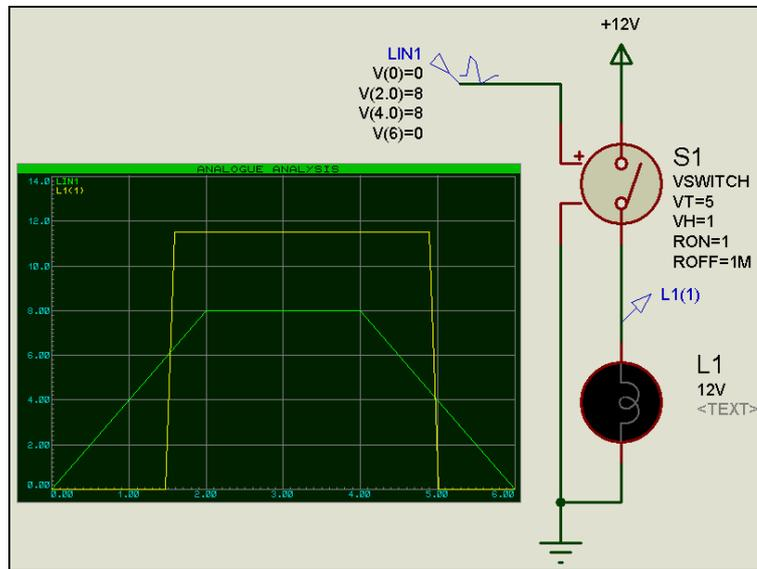

Рис.87
- **Hysteresis Voltage** – **VH** – по умолчанию 0 – напряжение гистерезиса (запаздывания) срабатывания ключа. Вот здесь прошу всех быть предельно внимательными – в **HELP** ошибка. На самом деле ключ включается при **VT+VH** и выключается при **VT-VH** – это видно из следующего графика на **Рис. 87**. *Почему-то в **Help** прописаны значения **VH/2** – это бред.*